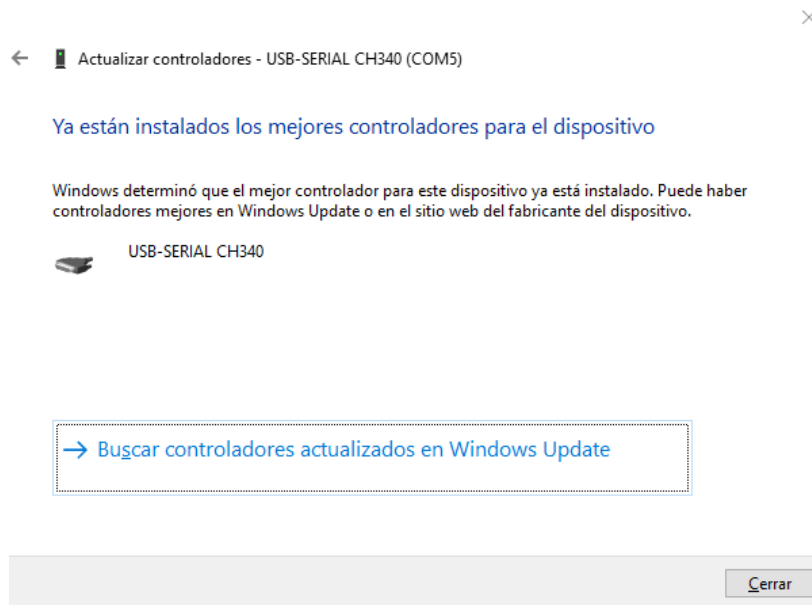

Figura B.9: Actualización de controlador correctamente instalada.
8. Si la actualización se realizó correctamente, la ventana final será como la Figura B.9.